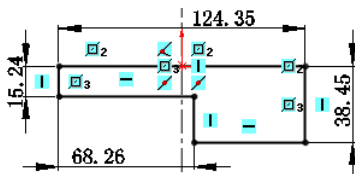

图 3.1.9 建立尺寸约束
③ 建立尺寸约束。单击“草图”工具栏中的按钮，标注图 3.1.9 所示的四个尺寸。